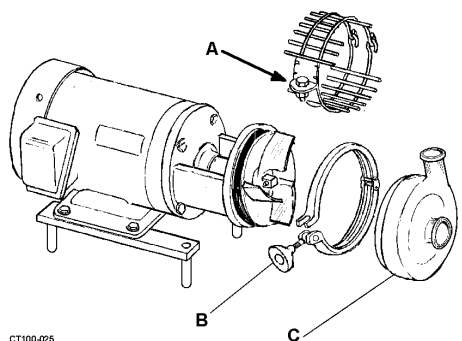

Figura 14 - Gruppo alloggiamento
4. Con una chiave rimuovere il gruppo di protezione tenuta (vedere Figura 14, rif. A).
6. Rimuovere l'alloggiamento e ispezionare la sede della fascetta e l'alloggiamento per assicurarsi che non presentino segni di usura o danneggiamento. Sostituire se necessario. (Vedere Figura 14, rif. B e C.)
2. Con una chiave rimuovere il gruppo protezione tenuta (Vedere Figura 14, pagina 20, rif. A).
4. Rimuovere l'alloggiamento e ispezionare la sede della fascetta e l'alloggiamento per assicurarsi che non presentino segni di usura o danneggiamento e sostituire se necessario (vedere Figura 14, rif. B e C a pagina 20).